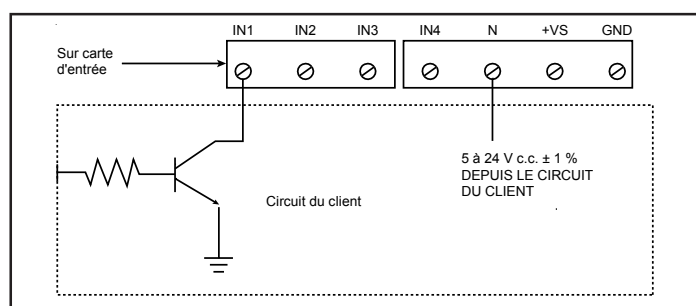

Figure 7. Raccordement avec transistor à collecteur ouvert à IN1, IN2, IN3 ou IN4, pour déclenchement de tonalité 24 V c.c.
**Remarque :** La connexion à IN1 est précâblée depuis la carte d'entrée audio pour le signal audio externe. Elle a priorité sur les autres signaux lorsqu'elle est activée par le signal prioritaire 24 V c.c. (figures 7 et 8)